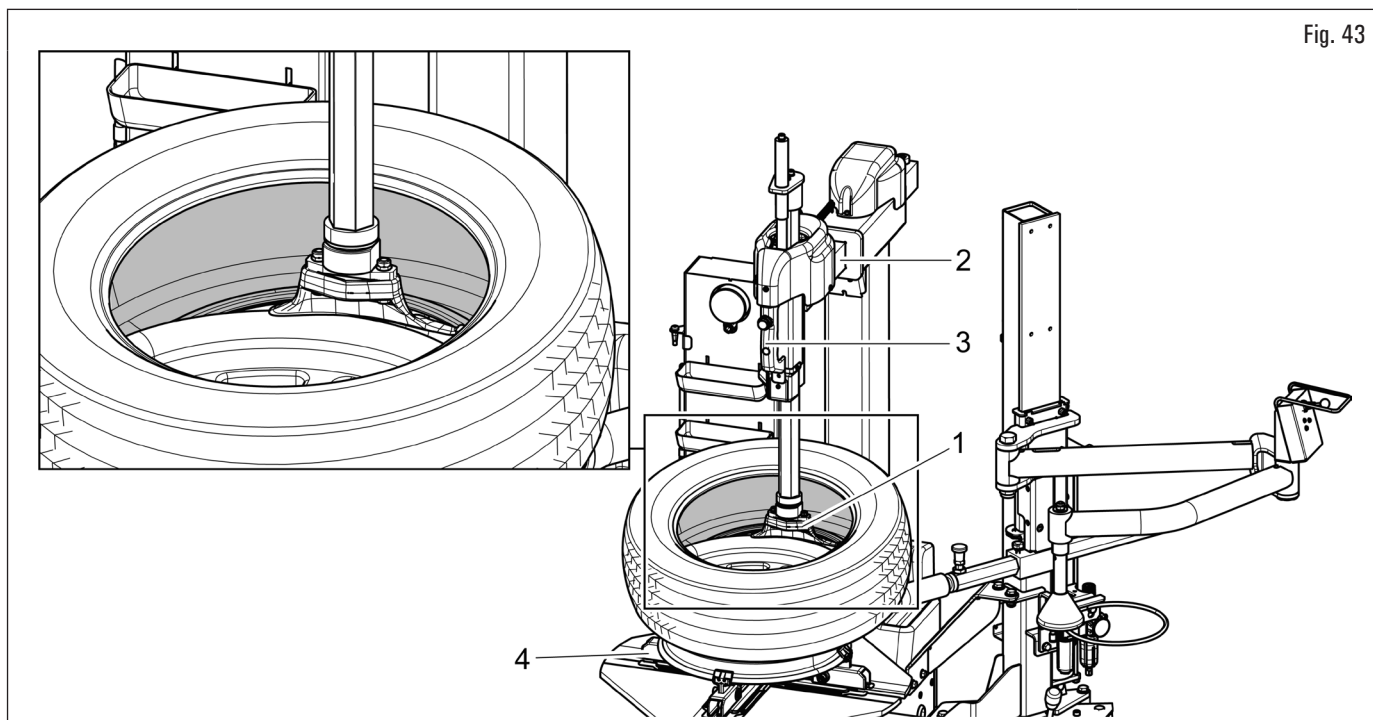

Fig. 43
2. positionner la tête outil (Fig. 43 réf. 1) contre le bord de la jante et bloquer le bras opérant (Fig. 43 réf. 2) ;
Si le montage concerne la roue précédemment démontée, ou, dans tous les cas, en cas d'intervention sur des roues avec jante de même dimension, il n'est pas nécessaire d'intervenir à chaque fois sur la poignée (Fig. 43 réf. 3) pour bloquer et débloquer, mais il suffit de repositionner le bras (Fig. 43 réf. 2).
3. guider le pneu avec les mains de façon que le talon passe sous la partie en forme d'outil de la tête outil (Fig. 43 réf. 1) et à l'extérieur de son bord d'appui (voir Fig. 43 pour le talon inférieur) ;
4. tourner le mandrin (Fig. 43 réf. 4) dans le sens des aiguilles d'une montre, en appuyant sur la pédale correspondante et en maintenant avec les mains le talon du pneu enfoncé dans la gorge interne de la jante ;